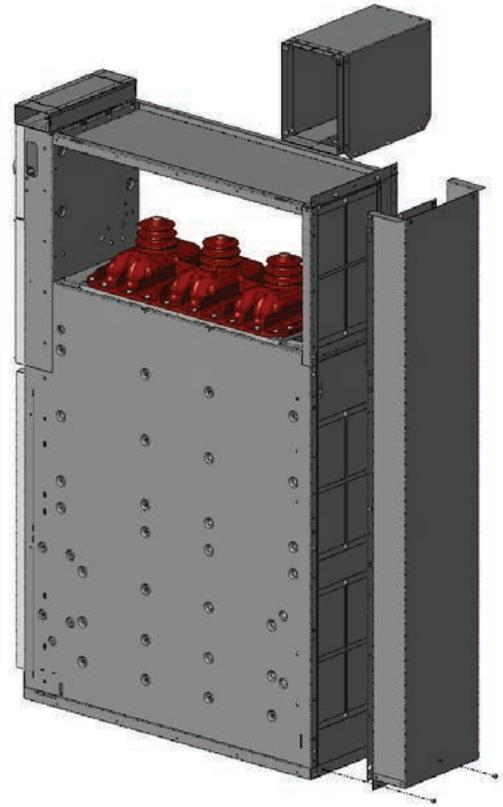

Abbildung 75. Weitere Schrauben für die untere Platte
c) Andere 3 Schrauben (Torx M6x12) an der unteren Platte anschrauben, wie in der Abbildung 75 gezeigt ist.